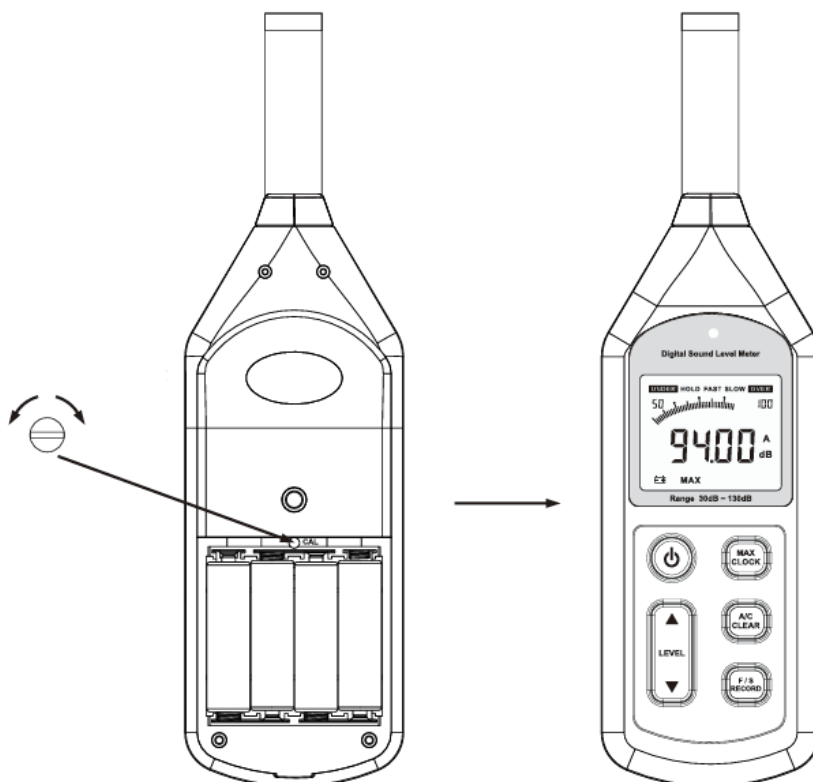

figura 1
2. Ajuste no medidor de nível sonoro: A ponderação de frequência é A; A ponderação de tempo é RÁPIDA (FAST); A faixa de nível é de 60 a 110dB. Mostrado na Figura 1: